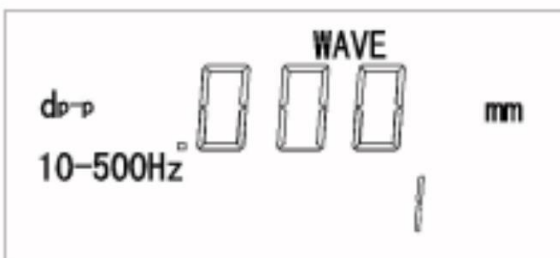

图 3-8
5.再一次按 RUN/STOP 键，进入保持（即待机）状态，这时的显示数值为按键前最后一次测量值，此时该结果已存入当前点号所对应的存储单元，大约两秒钟后点号自动加一，屏幕上显示的是加一以后的点号所对应存储单元中的数值，见图 3-8；